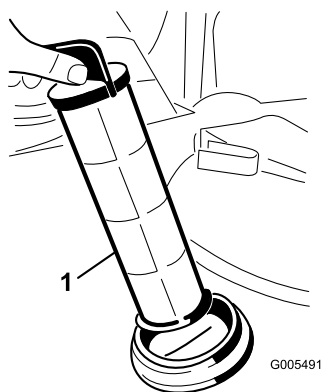

Figura 64
4. Retire el filtro de aspiración del orificio (Figura 64).